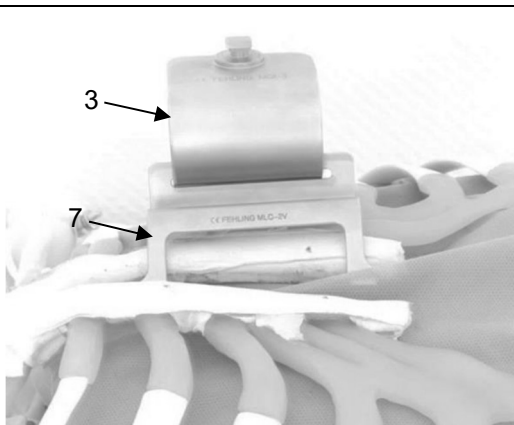

Fig. 10
1. Inserimento della lama IMA (3) in combinazione con la lama di tenuta IMA (7) nella fessura di taglio della sega sternale (Fig. 10).